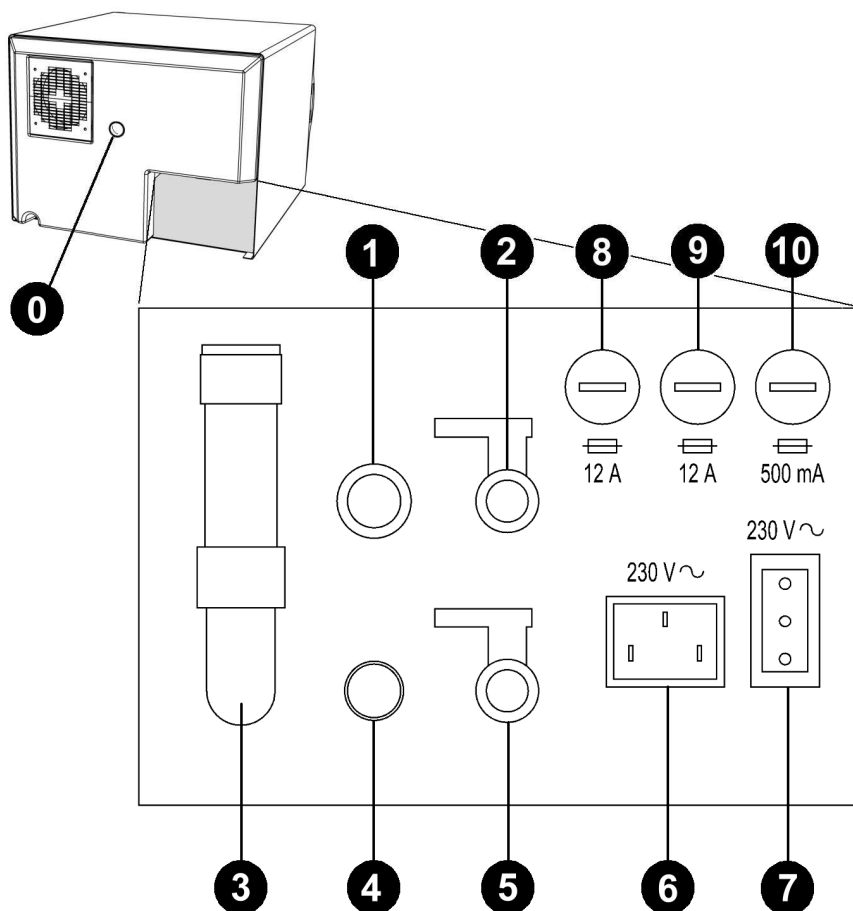

FIG.1
-Il connettore dell'incubatore (FIG.1 pos. **18**), deve essere utilizzato solo ed esclusivamente per il collegamento del B-TEST. Connessione a 230 V a.c. indipendente dall'interruttore generale (**MAINS**), non toccare il connettore con mani bagnate o umide e proteggerlo da eventuali schizzi d'acqua.